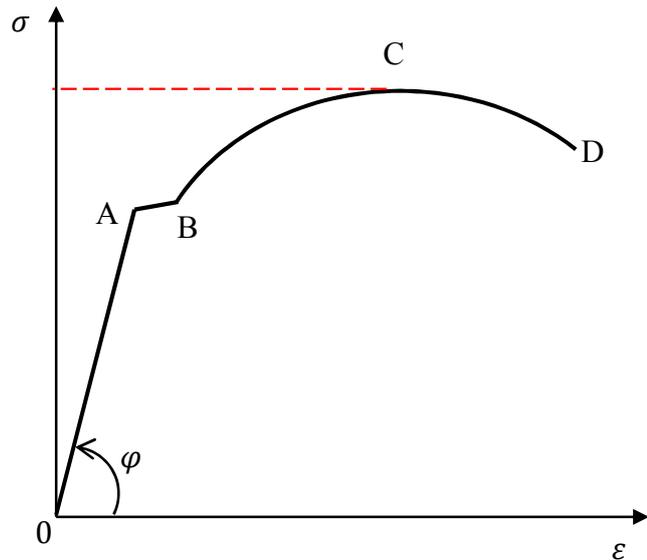

Figure 4.a Matériaux ductiles ou malléables
- La courbe relevée au cours de l'essai de traction est donnée par la figure 4. Elle représente la courbe classique (conventionnelle) de traction d'un matériau ductile, sur laquelle on distingue trois zones :
- Le graphe de la figure 4.b représente, quant à lui, le comportement d'un **matériau fragile** ; la courbe se réduit presque à la zone de déformation élastique.
Figure 4 b Matériaux fragiles